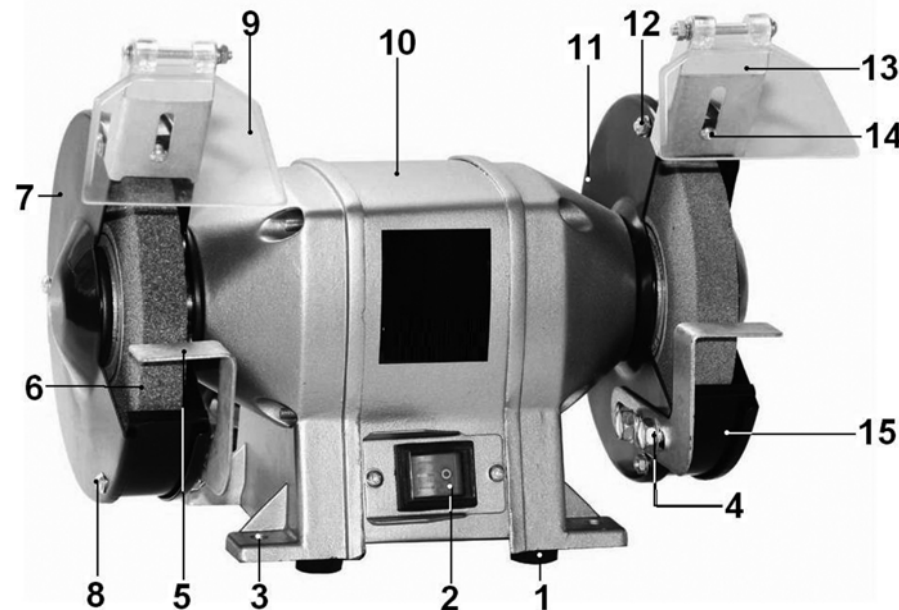

Рис.2
#### 11.2. Замена шлифовального круга (Рис. 2, 3)
Машина состоит из следующих сборочных единиц и деталей (Рис. 2):
### 8. СБОРКА И РЕГУЛИРОВКА (Рис. 2)
8.1.1. Установите подручник (5), используя болты (4), как показано на Рис. 2. Перед установкой подручника (5) установите на болт (4) шайбу из комплекта поставки.
8.2.1. Установите защитный экран (9) в сборе со скобой (13), как показано на Рис. 2. Под шляпку винта (14) подложите шайбу, а под гайку - пружинную шайбу (гровер) из комплекта поставки.
Установите машину на ровной и устойчивой поверхности верстака и надежно закрепите её через специальные отверстия (3), Рис. 2, с помощью болтовых соединений (не входит в комплект поставки).
### 10.1. Пуск машины (Рис. 2)
### 10.2. Заточка с помощью шлифовального круга (Рис. 2)